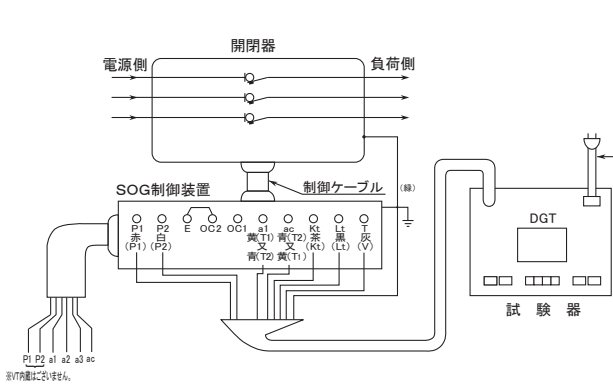

図4 戸上電機製作所製(DGT)による
- ①制御装置試験項目の管理値は表5のとおりです。
- ②図4・5の試験回路は制御装置のみの地絡動作時間測定となります。
- ③図4・5は制御電源と警報接点 (P1・P2・a1・ac) を制御装置パネルの試験端子に接続する方法です。
なお、図4・5の回路で試験する場合は、制御装置パネルの制御電源切替スイッチを「試験」側にしてください。